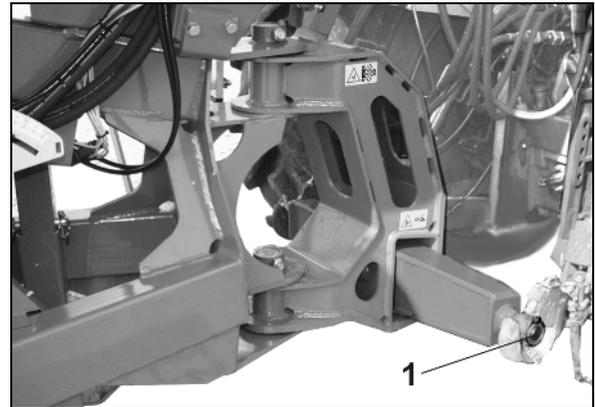

Fig. 53
1. Les axes de cat. III, goupillés en sécurité, (Fig. 53/1) du balancier de bras d'attelage inférieur doivent être équipés, en fonction du type de tracteur (voir la notice d'utilisation du tracteur) de sphères de réception.